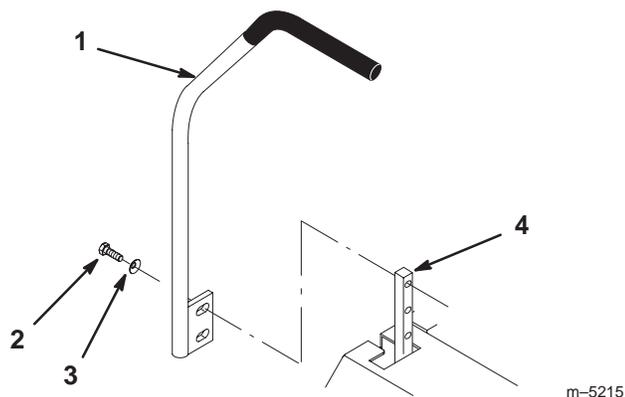

Figure 13
1. Enlevez les 2 vis et rondelles bombées qui fixent le levier de commande à l'arbre du bras de commande (Fig. 13).
2. Placez le levier de commande dans les trous suivants et fixez-le en position avec les 2 vis et rondelles bombées. La face concave de la rondelle doit être tournée vers l'arbre du bras de commande (Fig. 13).